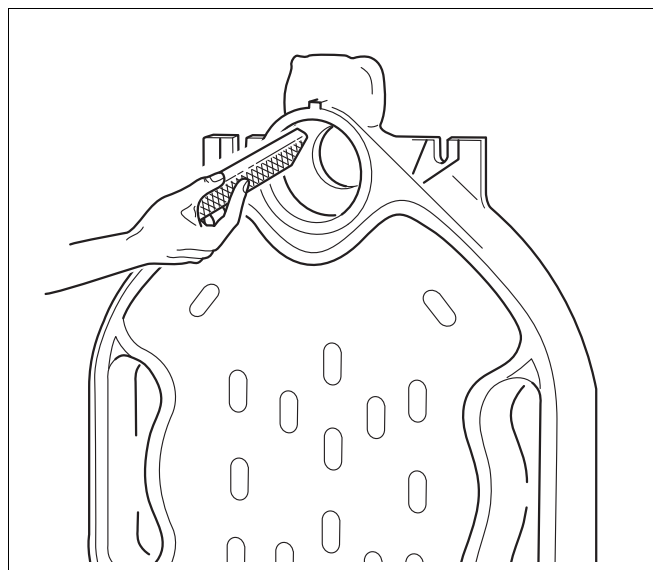

Fig. 7 Limatura della bava
- ▶ Limare eventuali bavature presenti sui mozzi (fig. 7).
- ▶ Limare eventuali bavature presenti sui mozzi (vedere fig. 7).